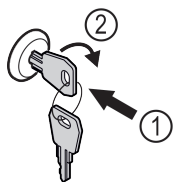

Fig. 122
- ▶ Introduceți cheia prin apăsare. Fig. 122 (1)
- ▶ Rotiți cheia cu 90° în sensul acelor de ceasornic. Fig. 122 (2)